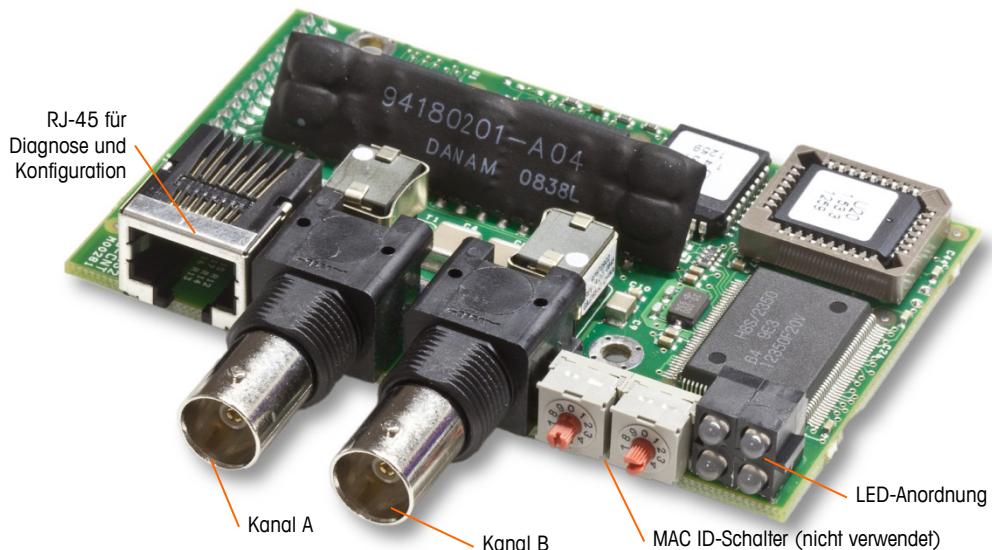

Abbildung 2-59: ControlNet SPS-Anschlüsse und -Komponenten
Das ControlNet-SPS-Modul (Abbildung 2-59) wird über ein Abzweigkabel vom ursprünglichen Hauptkabel mit dem ControlNet-Netzwerk verbunden. Die Option unterstützt eine oder zwei Verbindungen (zwecks Redundanz). Kanal A ist die normale Verbindung. Kanal B (redundant zu Kanal A) kann verwendet werden, wenn ControlNet auf Kanal A kein Signal erkennt. Beachten Sie, dass die Adresse des Moduls in der Software festgelegt ist und dass die MAC ID-Schalter, die in Abbildung 2-59 dargestellt sind, nicht verwendet werden.
- Es darf **kein** Ethernet-Kabel in den RJ-45-Steckanschluss eingesteckt werden (siehe Abbildung 2-59 links). Diese Verbindung wird nicht verwendet.